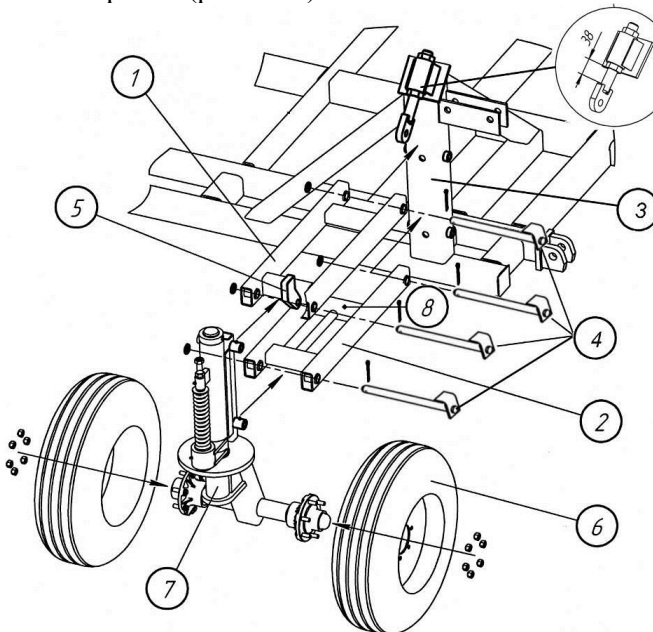

Рис. 4.3.1. Сборка передней подвески
4.3.1. Закрепите верхнюю 1 и нижнюю 2 перекладины на стойке главной рамы 3, установив пальцы 4 ($\text{Ø}25,4 \times 356$), шайбы и шплинты $\text{Ø}5 \times 63$, как показано на рис. 4.3.1.